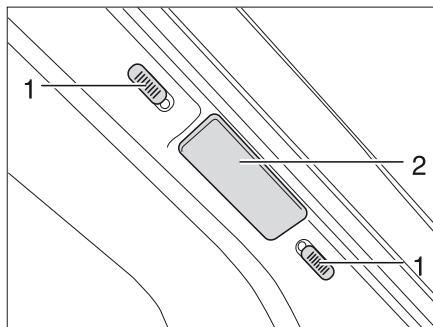
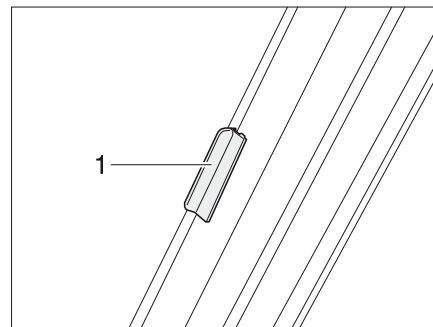

Bild 29 Lås plisségardin vindruta
Bild 30 Lås plisségardin vindruta (I-modell)
- Skjut de två hälfterna av plisségardinen för vindrutan utåt så långt det går, ta tag i handtaget (Bild 29,2 och Bild 30,1).
- Skjut upp resp. ned låsknapparna (Bild 29,1). Låset är öppet när den röda punkten syns.